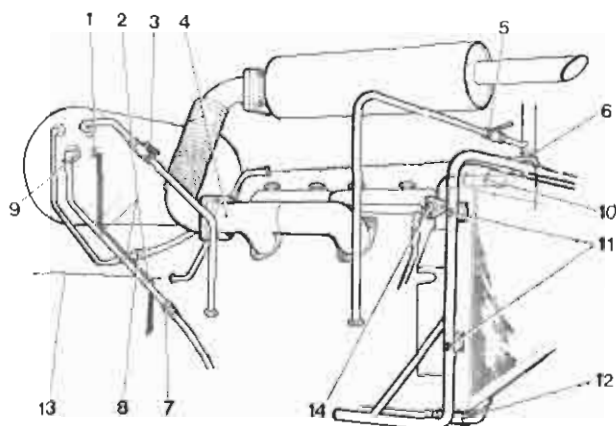

Bild 64. Anslutningar för överbyggnad och kylare
2. Koppla loss anslutningarna 1-9. (Se bild 64).
3. Koppla loss anslutningarna 6 och 10–13 (bild 64). Frigör dragkedjan genom att lossa knappen på panelen.